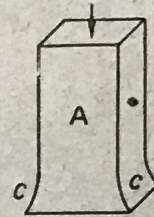

FIG. 97.
b) *Encollage en té sur champ* (fig. 97) : la